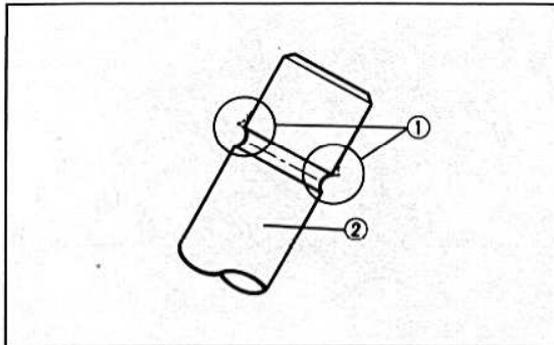

Bild 134
- Das sich ergebende Laufspiel muss folgende Werte aufweisen (Bild 134):